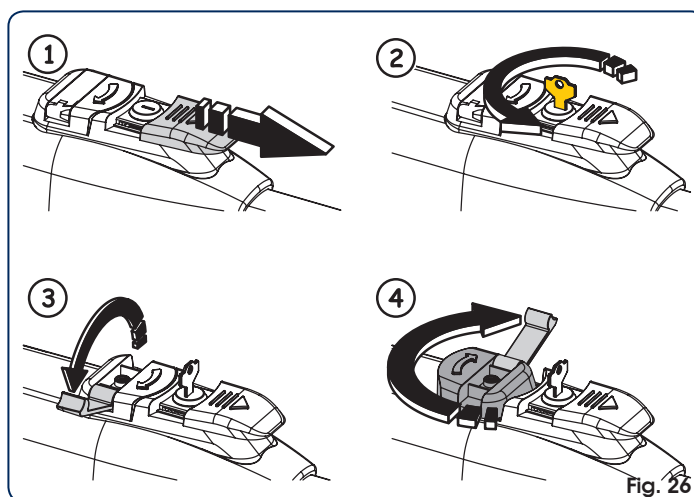

Fig. 26
2. Schuif het beschermdeksel weg, fig. 26/①.
3. Steek de sleutel erin en draai hem 90°, fig. 26/②.
4. Til de bedieningshendel op, fig. 26/③.
5. Om de aandrijving te ontgrendelen draait u de bedieningshendel 180° in de richting van de pijl op het ontgrendelsysteem, fig. 26/④.